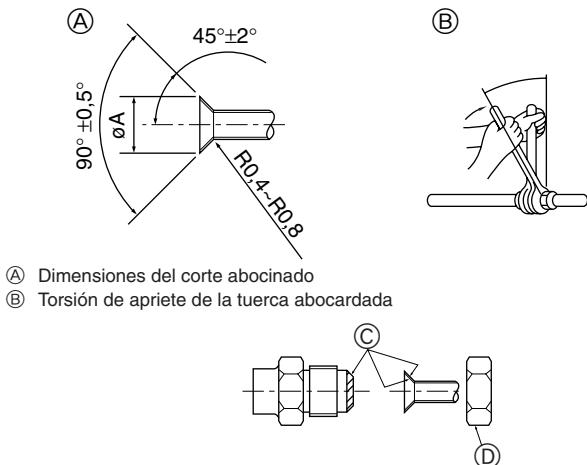

Fig. 4-2
Ⓑ (Fig. 4-2)
4.2. Tubos de conexión (Fig. 4-2)